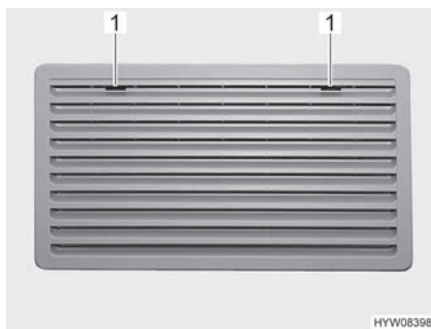
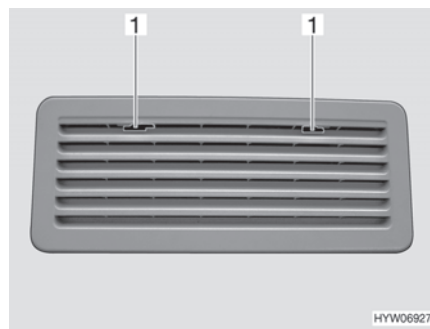

Fig. 183 Griglia di aerazione del frigorifero (Thetford grande)
Fig. 184 Griglia di aerazione del frigorifero (Thetford piccolo)
- Spingere verso il centro l'arresto (Fig. 183,1 o Fig. 184,1).